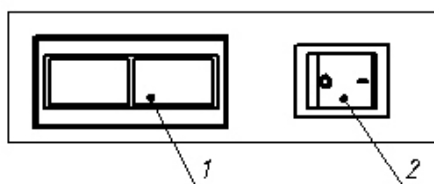

Рис. 1.
Температура охлаждаемого объёма витрины отображается на дисплее (1), кнопка (2) служит для включения/отключения освещения витрины (рис. 1.)